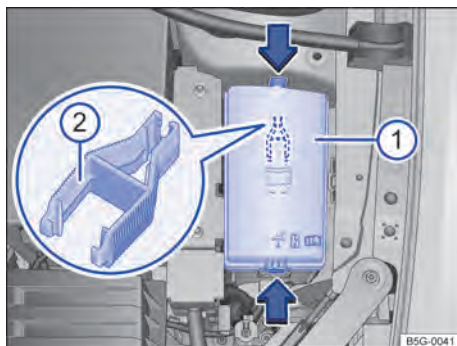

Fig. 175 No compartimento do motor: cobertura ❶ da caixa de fusíveis com pinça de plástico ❷.
→ Fig. 175 ❶, para destravar a cobertura da caixa de fusíveis.
No lado interno da cobertura da caixa de fusíveis no compartimento do motor pode haver uma pinça de plástico → Fig. 175 ② para a retirada dos fusíveis.